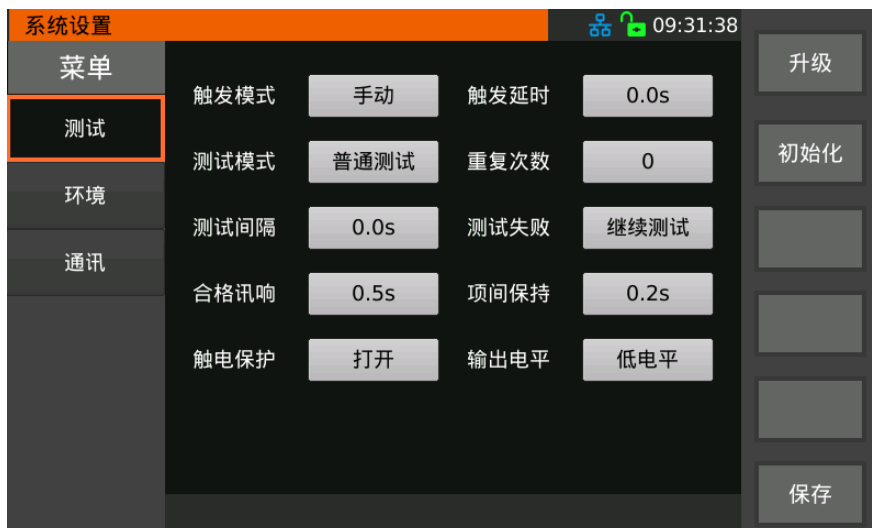

图 3-4 系统测试参数设置
1. 按 [SYSTEM] 键进入图 3-4 所示系统设置界面。
系统设置中测试相关参数设置如图 3-4 所示：
1. 按【SYSTEM】键进入图 3-4 所示系统设置界面。